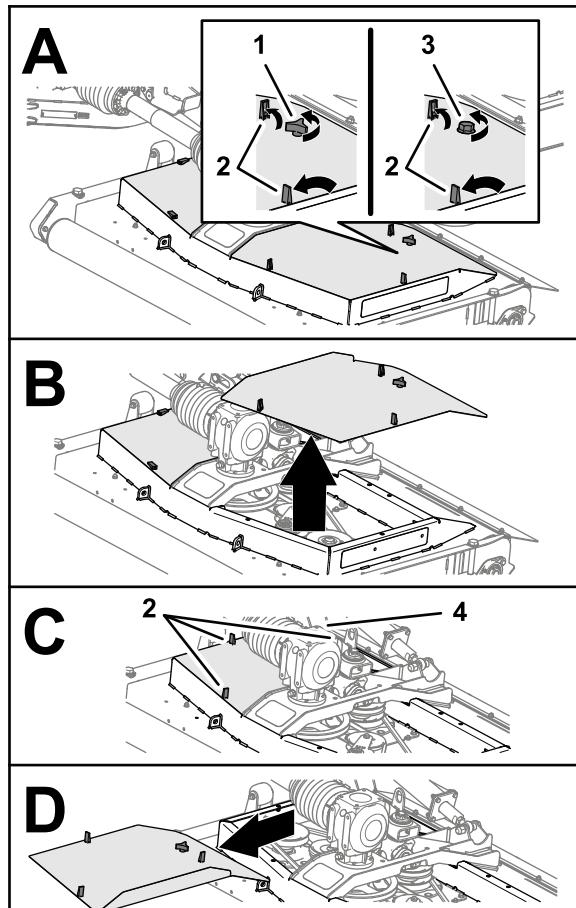

Рисунок 46
- Расфиксируйте 3 защелки крепления крышки деки газонокосилки (Рисунок 46).
- Ослабьте ручку или болт (дека газонокосилки, соответствующей требованиям СЕ), которые крепят крышку к деке газонокосилки (Рисунок 46).
- Повторите действия, описанные в пунктах 1 и 2, на другой крышке (Рисунок 46).